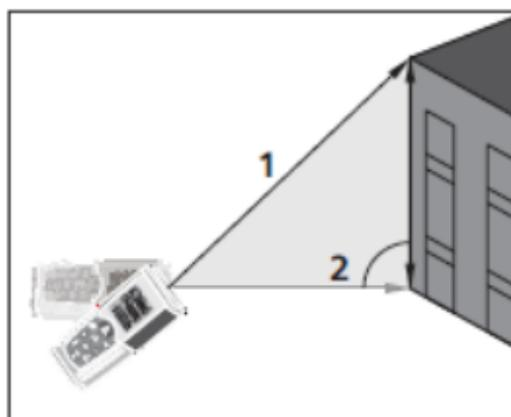

Fig. 7 : Exécution mesure Indirecte à 2 points
- Placer l'instrument dans le point le plus haut (1) de la mesure (voir Fig. 7) et appuyer sur la touche  pour exécuter la mesure. Le résultat est affiché au premier écran partiel. Le symbole «  » s'affiche à l'écran avec côté « 2 » clignotant.
- Placer l'instrument de la façon la plus horizontale possible (2) de la mesure (voir Fig. 7) et appuyer sur la touche  pour exécuter la